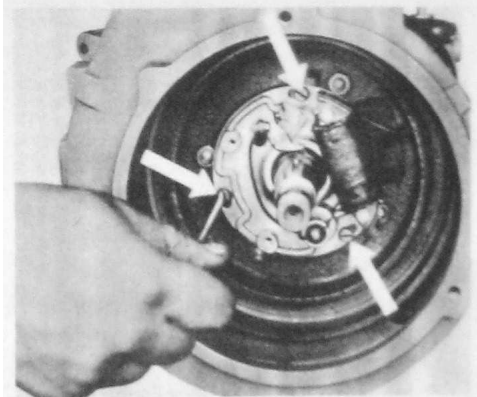

Fig. 39
1. Nocken (Fig. 39) auf den Kurbelzapfen schieben.
1. Slide cam ring on crankpin (Fig. 39).